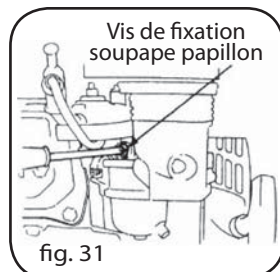

fig. 31
- Mettre en marche et faire chauffer le moteur jusqu'à ce qu'il atteigne sa température normale de fonctionnement (Fig. 31).